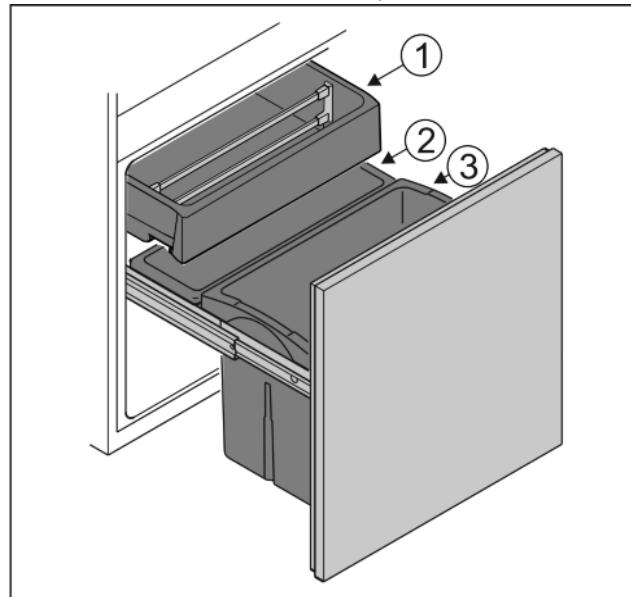

Fig. 4
- Съд Fig. 4 (1): Поставете неопаковани зеленчуци и южни плодове.
- Съд Fig. 4 (2): Поставете дребни сортове плодове и зеленчуци.
- Съд Fig. 4 (3): Поставете отделни бутилки.